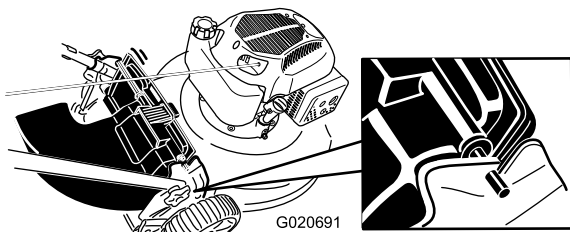

Figure 24
4. Insérez la tige du déflecteur d'éjection arrière dans les crans de la machine (Figure 24).